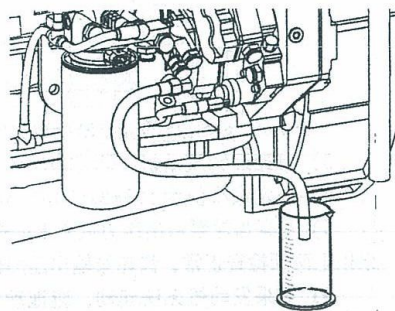

图 2-69 高压油泵出口燃油量测试
2) 测试前，应拆下高压油泵至油轨的燃油管，在高压油泵燃油出口接头上安装一个导向油管，并将流出的燃油导入一个带刻度的容器，见图 2-69。